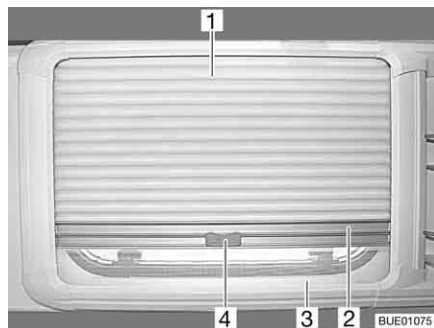

Fig. 52 Fenêtre projetante
- Saisir le dispositif occultant plissé (Fig. 52,1) par le centre de la barre-poignée (Fig. 52,2), le tirer du haut vers le bas et le relâcher à la hauteur voulue. Le dispositif occultant plissé reste alors à cette hauteur.
- Tirer la moustiquaire (Fig. 52,3) par la poignée (Fig. 52,4) vers le haut jusqu'à ce qu'elle entre en contact avec le dispositif occultant plissé (Fig. 52,1).
- Faire basculer la poignée (Fig. 52,4) de la moustiquaire.